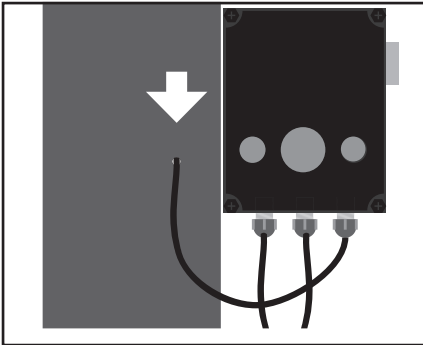

Fig. 20
1. Lange kabel bedieningspaneel via gat naar binnenkant kolom voeren (Fig. 20).